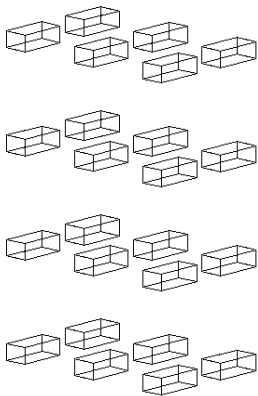

图 5-3 三维阵列（X方向 2 个、Y 方向 3 个、Z 方向 4 个）
4. 单击“确定”按钮，完成三维阵列操作。如图 5-3 为三维阵列的示意图。